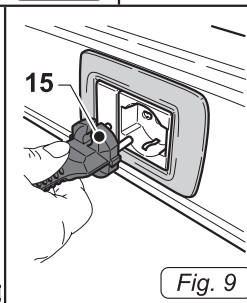

Fig. 9
- Insérer la fiche (15 Fig. 9) dans la prise de courant.
- Débrancher la fiche (15 Fig. 9) de la prise de courant.